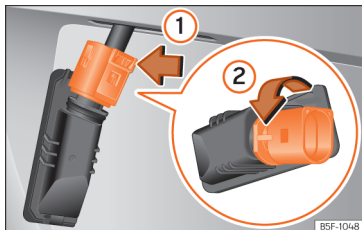

Abb. 73 Kennzeichenleuchte: Lampenhalter ausbauen.
- Auf die Verriegelung des Anschlusssteckers in Pfeilrichtung » **Abb. 73 ①** drücken und den Anschlussstecker abziehen.
- Lampenhalter in Pfeilrichtung » **Abb. 73 ②** drehen und mit der Glühlampe herausziehen.
- Lampenhalter in die Kennzeichenleuchte einsetzen und entgegen der Pfeilrichtung » **Abb. 73 ②** bis zum Anschlag drehen.